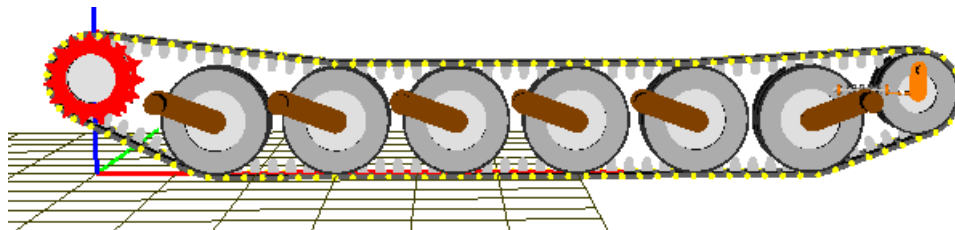

Рис. 19 Добавление гусеничной цепи
- Используя кнопку **Синтезировать**, сгенерируйте гусеничную цепь, рис. 19.